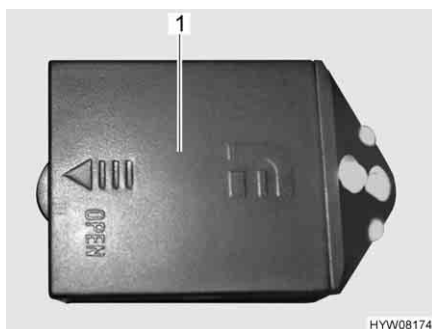

Fig. 139 Luci armadi guardaroba
- Spingere in direzione della freccia e rimuovere il coperchio (Fig. 139,1) delle luci armadi guardaroba.